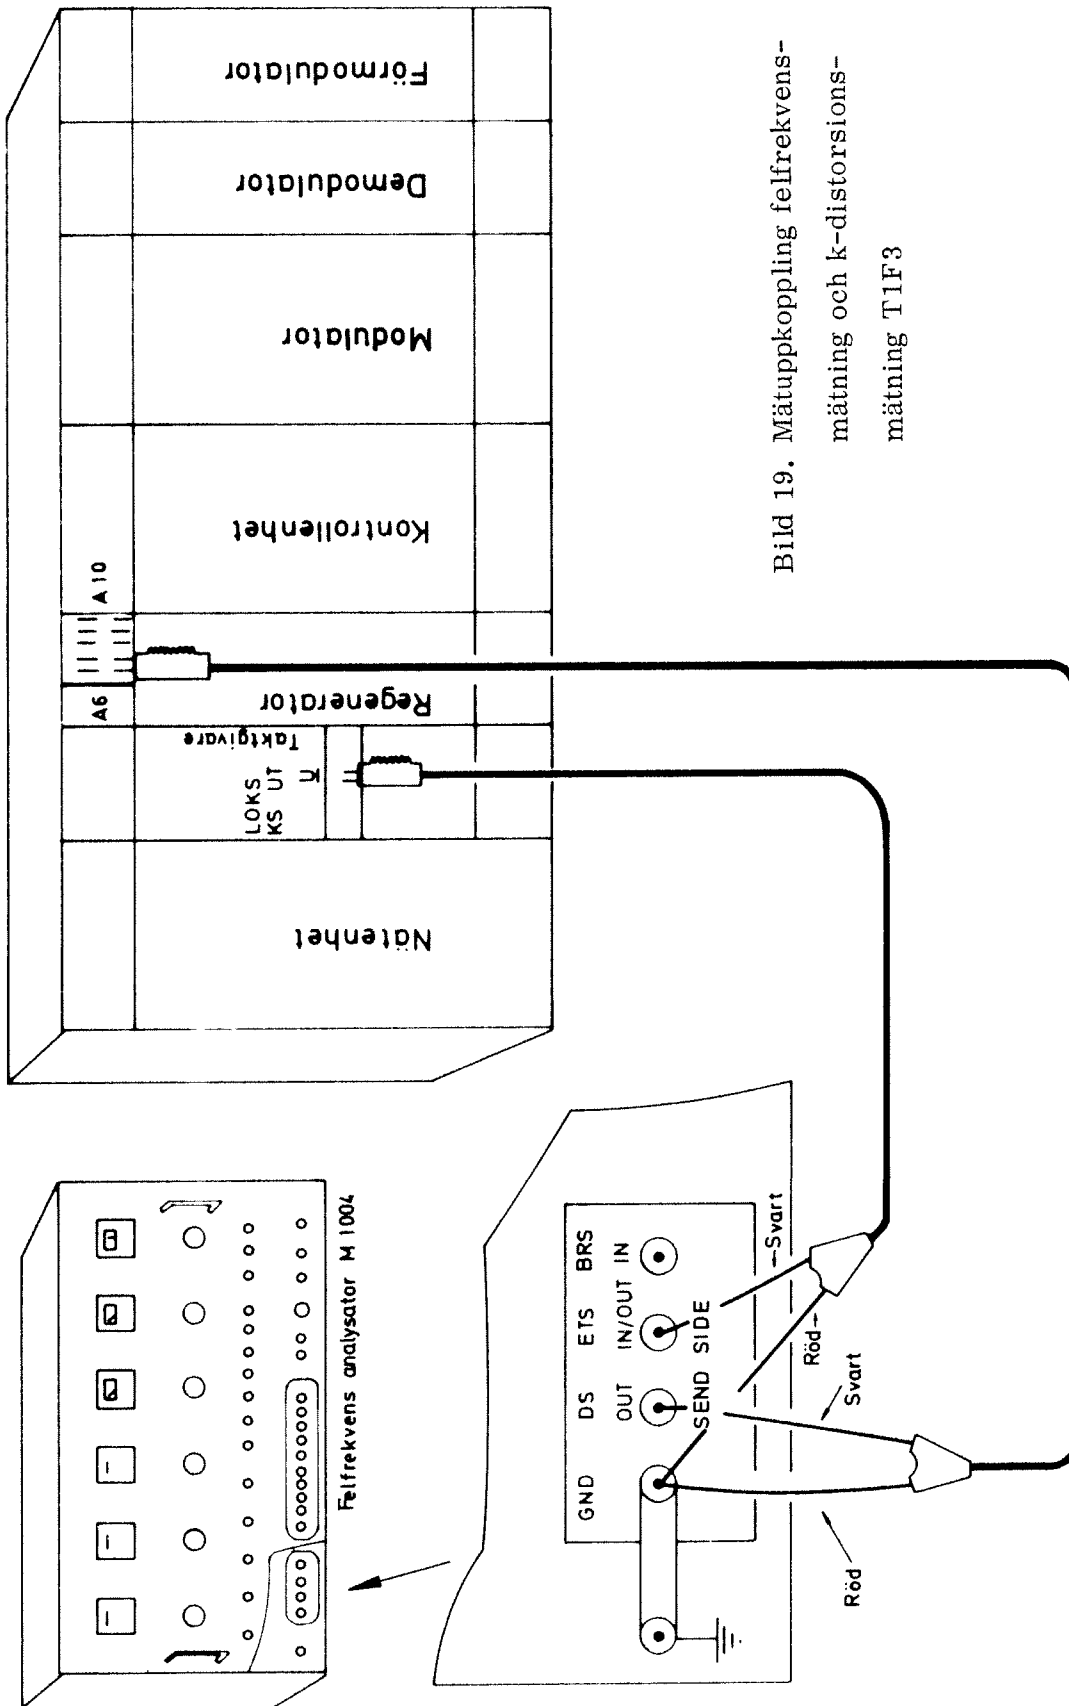
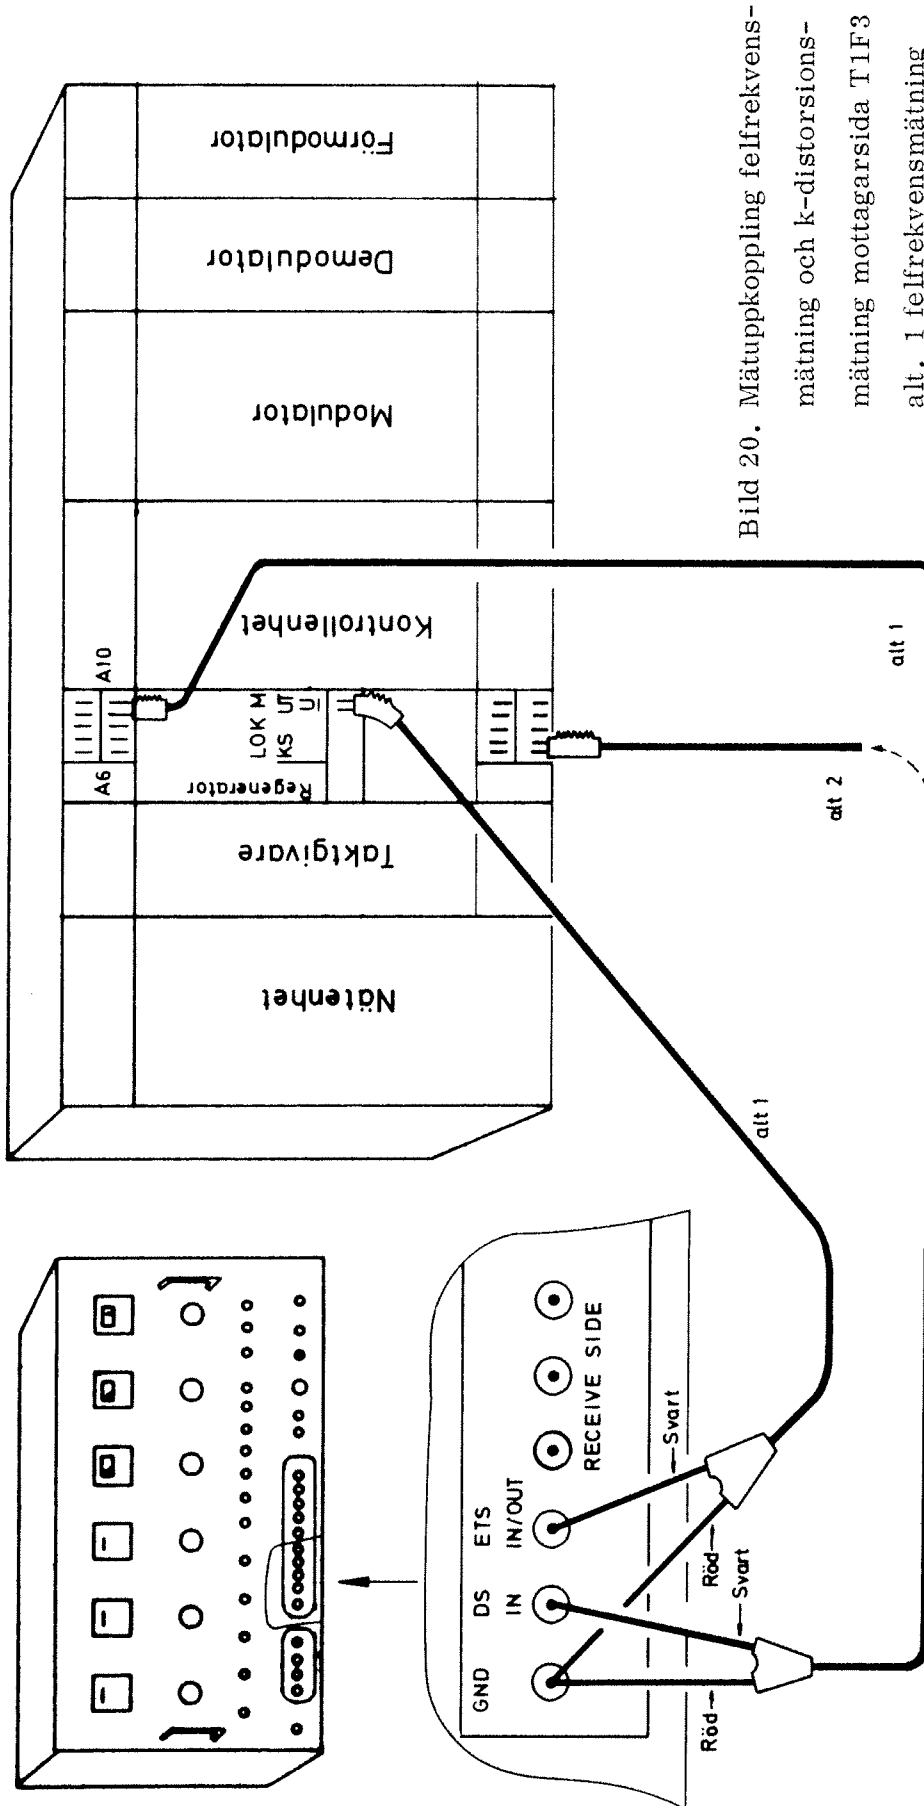

Bild 19. Mätuppkoppling felfrekvens-
Bild 20. Mätuppkoppling felfrekvens-
- Anslut felfrekvensanalysator (ERA) till datatransmissionsterminalen på sänd-sidan enligt bild 19. Anslut på mottagarsidan enligt bild 20 alternativt 2.